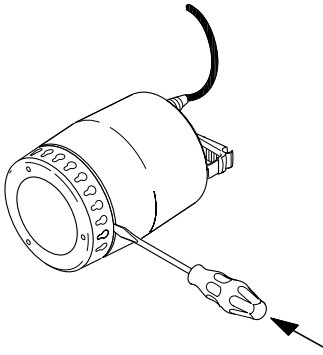

Fig. 7
3. Afloje cuidadosamente el filtro de aspiración insertando un destornillador en el hueco entre la carcasa exterior y el filtro, presionando fuerte. Repita el procedimiento hasta que esté libre el filtro y se pueda quitar, ver fig. 7.